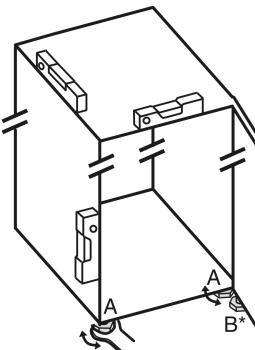

Fig. 4
- Відкручуйте ніжки Fig. 4 (A) наявним у комплекті гайковим ключем із відкритим зівом і за допомогою рівня, доки пристрій не стоятиме рівно на поверхні та його не буде вирівняно.
- Відкручуйте регульовану ніжку Fig. 4 (B) на опорному кронштейні наявним у комплекті гайковим ключем із відкритим зівом, доки вона не прилягатиме до підлоги.
- Поверніть регульовану ніжку Fig. 4 (B) ще на 90°.